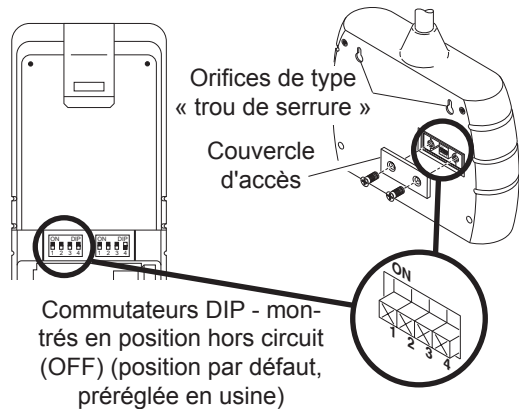

Figure 5
1. Ouvrez les compartiments, et repérez les commutateurs DIP de la télécommande et du module extérieur (voir Figure 5).
2. Chacun des quatre commutateurs DIP de la commande et du module extérieur présente deux (2) positions (en circuit [ON] et hors circuit [OFF]). Les commutateurs DIP 1 à 3 servent à sélectionner le canal. Servez-vous du tableau ci-dessous pour régler le canal 2, après avoir réglé le canal 1. **Note** : Pour que les 4 fonctions de la télécommande agissent correctement, les canaux doivent être programmés conformément aux données du tableau ci-dessous. Les récepteurs doivent être configurés de façon identique au canal 1. Consultez le tableau ci-dessous pour programmer le code correspondant au canal 2.
3. Pour changer de canal, faites glisser les commutateurs DIP sur la position en circuit (ON) ou hors circuit (OFF), au besoin. Il est recommandé de ne changer qu'un commutateur DIP à la fois, puis de vérifier si le système fonctionne correctement. Remarque : Les commutateurs DIP 1 à 3 de la télécommande doivent avoir exactement la même configuration que ceux du module extérieur pour que ce système puisse bien fonctionner.